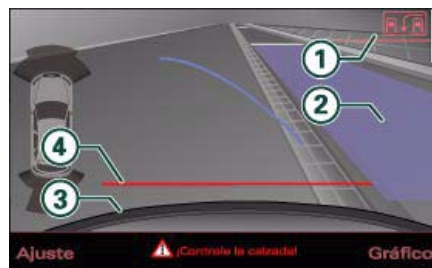
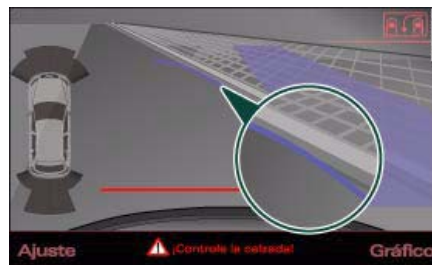

Fig. 160 Pantalla del MMI: Superficie azul en el hueco para aparcar
Fig. 161 Pantalla del MMI: Curva azul en el borde
- Pulse en la unidad de manejo del MMI la tecla de menú ① ⇒ *página 150*, fig. 160. El modo de aparcamiento 2 se indica.
- Conduzca marcha atrás y oriente el vehículo de manera que la superficie azul ② limite con el vehículo que se encuentra detrás o bien con la línea de limitación de aparcamiento. La superficie azul representa una prolongación del contorno del vehículo de unos 5 m hacia atrás. El lado largo de la superficie azul debería quedar contiguo al bordillo. Toda la superficie azul debe tener cabida en el hueco para aparcarse.
- Maniobre marcha atrás hacia el hueco hasta que la curva azul toque el bordillo ⇒ *página 150*, fig. 161. Detenga el vehículo.
- Continúe conduciendo hacia atrás en el hueco para aparcarse hasta que el vehículo quede paralelo al bordillo. ③ marca el parachoques trasero. ¡Debería dejar de hacer marcha atrás, a más tardar, en el momento en que la línea de orientación roja ④ limite con un objeto ⇒ ⚠! Al hacerlo, preste atención a la parte delantera de su vehículo ⇒ ⚠.
Si hay un obstáculo (por ejemplo, un muro) junto a un hueco para aparcarse se deberá seleccionar una mayor distancia por el lado. Posicione el lado largo de la superficie azul dejando distancia suficiente con respecto al bordillo. La superficie no debe tocar el bordillo. El volante se deberá girar bastante antes. La curva azul ⇒ *página 150*, fig. 161 **no** debe tocar el bordillo sino que debería estar a una distancia suficiente con respecto al mismo.